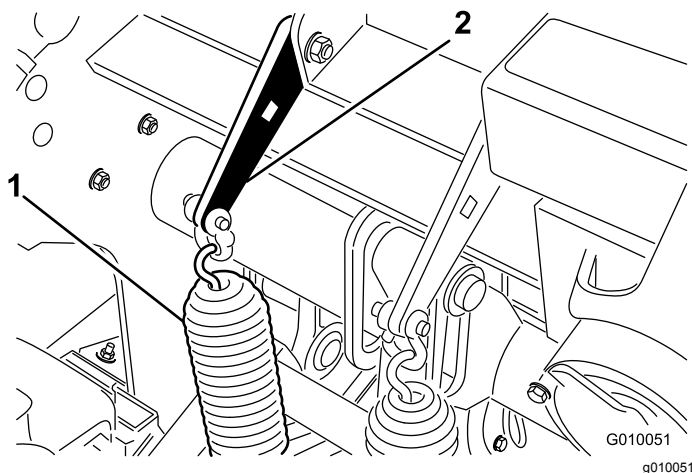

图29
- 松开将弹簧支架固定到打孔头上的机架螺栓和螺母图29。不要卸掉螺栓和螺母。